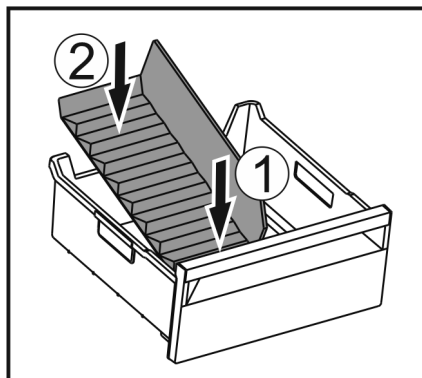

Fig. 107
- ▶ Установите переднюю часть разделителя отделения для льда. Fig. 107 (1)
- ▶ Опустите заднюю часть разделителя отделения для льда на дно выдвижного ящика. Fig. 107 (2)